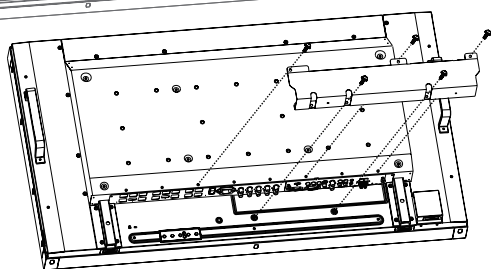

Figura 7
- Use 5 de los tornillos M4x10 (incluidos) para fijar la cubierta de los cables (Figura 7).